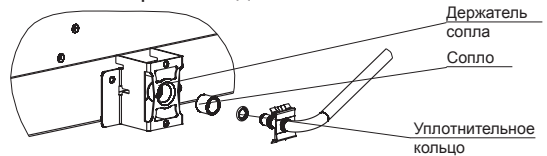

рис. 13
■ Для замены сопла горелки пода (см. рис. 13) необходимо отвинтить два винта крепления скобы держателя сопла, вытянуть скобу с соплом из горелки (на себя). Отверткой отсоединить крепление от скобы и заменить сопло.